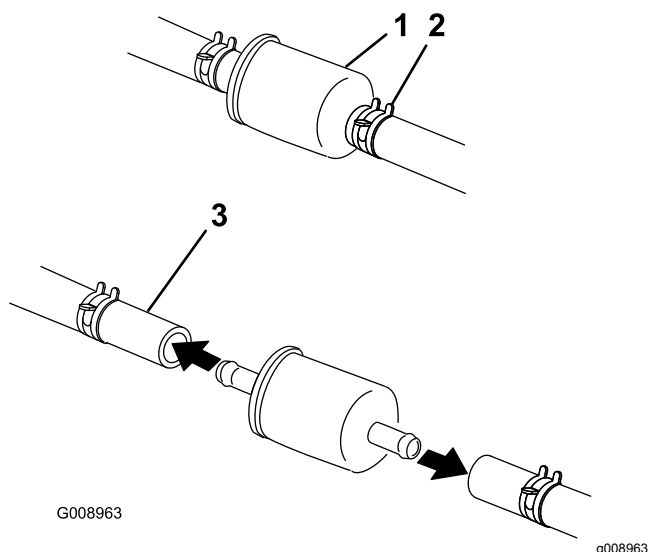

Figure 65
4. Fermez le robinet d'arrivée de carburant sous le siège (Figure 65).
5. Pincez les extrémités des colliers et éloignez les colliers du filtre (Figure 65).
7. Posez un filtre neuf et rapprochez les colliers de fixation du filtre (Figure 65).